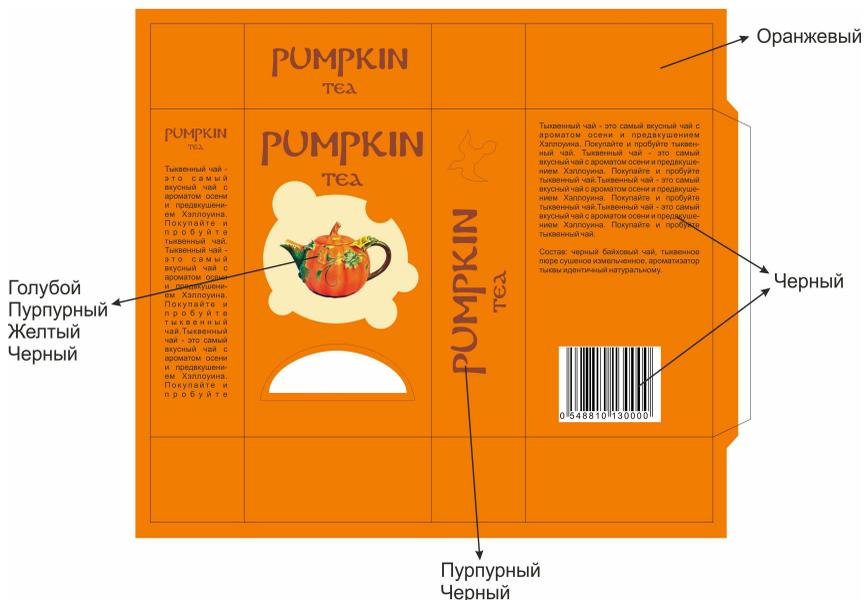

Рис. 22. Имитация цветной печати с помощью карандашей
2. Начертить на листе А4 развертку упаковки. Выполнить имитацию цветной печати красочностью 5+0 вручную, подбрав карандаши, соответствующие цветам СМУК, и один карандаш произвольного цвета для имитации краски Pantone (рис. 22).